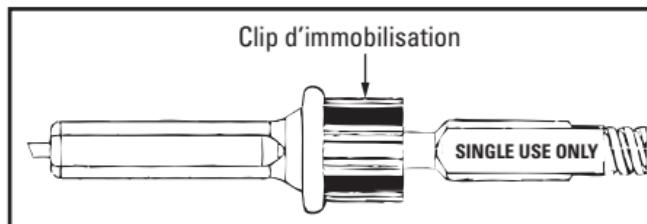

Figure 1
1. Retirer le clip d'immobilisation de la poignée, le cas échéant (voir la figure 1).